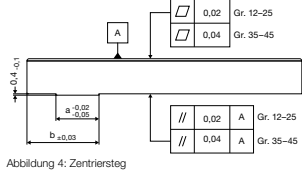

Abbildung 4: Zentriersteg
- alle angreifenden bzw. entstehenden Kräfte/Momente (dynamisch/statisch), (siehe Abbildung 4)
Hinweis zur Gestaltung der Anschlussplatte des Laufwagens: Für die bessere Ausrichtung bei der Montage besitzen die Rollenschuhe Zentriernuten. Dafür bringt man einen Zentriersteg an der Anschlussplatte an (Abbildung 4). Die Maße für die Fertigung des Zentrierstegs sind in Tabelle 1 ersichtlich. Alle weiteren Maße, Toleranzen und Genauigkeiten der Führungen sind auf den jeweiligen Seiten angegeben.